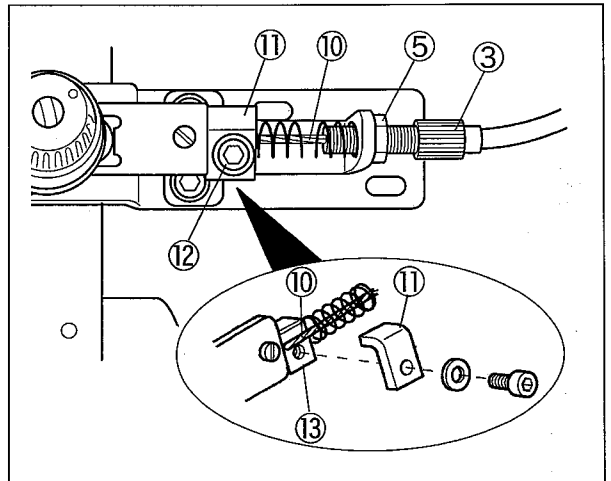

図2
4. 糸緩メ装置側(ミシン前面)のワイヤガイド③にワイヤ⑩を取り付ける。(図2)